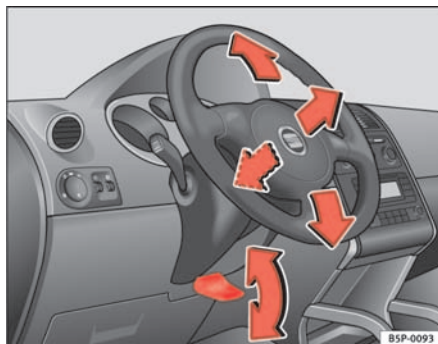

Fig. 129 Regolazione della posizione del volante
- Abbassare la leva $\Rightarrow$ fig. 129 che si trova sotto il piantone dello sterzo $\Rightarrow$ ⚠.